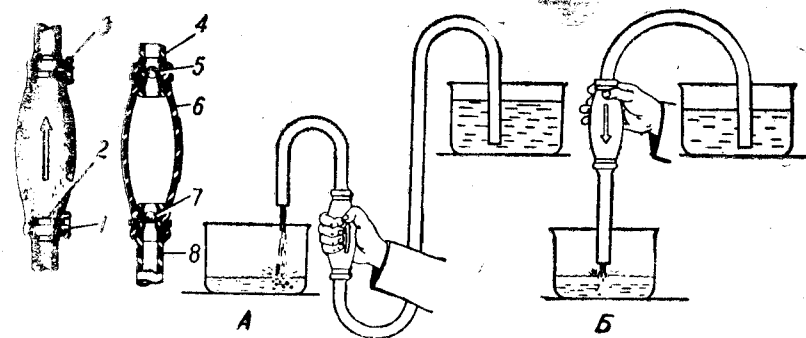

Рис. 55. Насос для переливания бензина:
Для переливания или перекачивания бензина с помощью насоса (рис. 55) следует:
2. Привести насос в действие нажатием баллона рукой и отпуском (рис. 55А).
3. Как только бензин потечет, перевернуть баллон острием стрелки вниз. Нажатия на баллон прекратить, и бензин потечет самотеком (рис. 55Б).